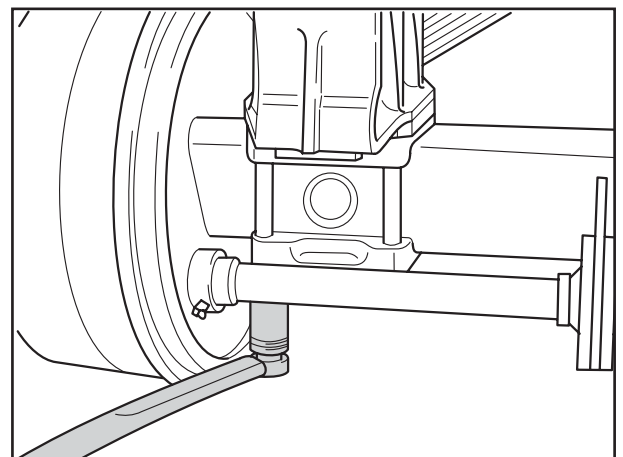

Fig. 9
- [13] Muttern aufschrauben und mit dem vorgeschriebenen Anziehdrehmoment gleichmäßig und wechselseitig festziehen (Fig. 9), und ggf. mit Kontermuttern sichern.
[13] Screw on the nuts and tighten uniformly and evenly (Fig. 9) to the specified torque and if necessary, secure them with the lock nuts.
[13] Visser les écrous et les serrer régulièrement en alternance au couple de serrage prescrit (fig. 9) puis les bloquer à l'aide de contre-écrous.